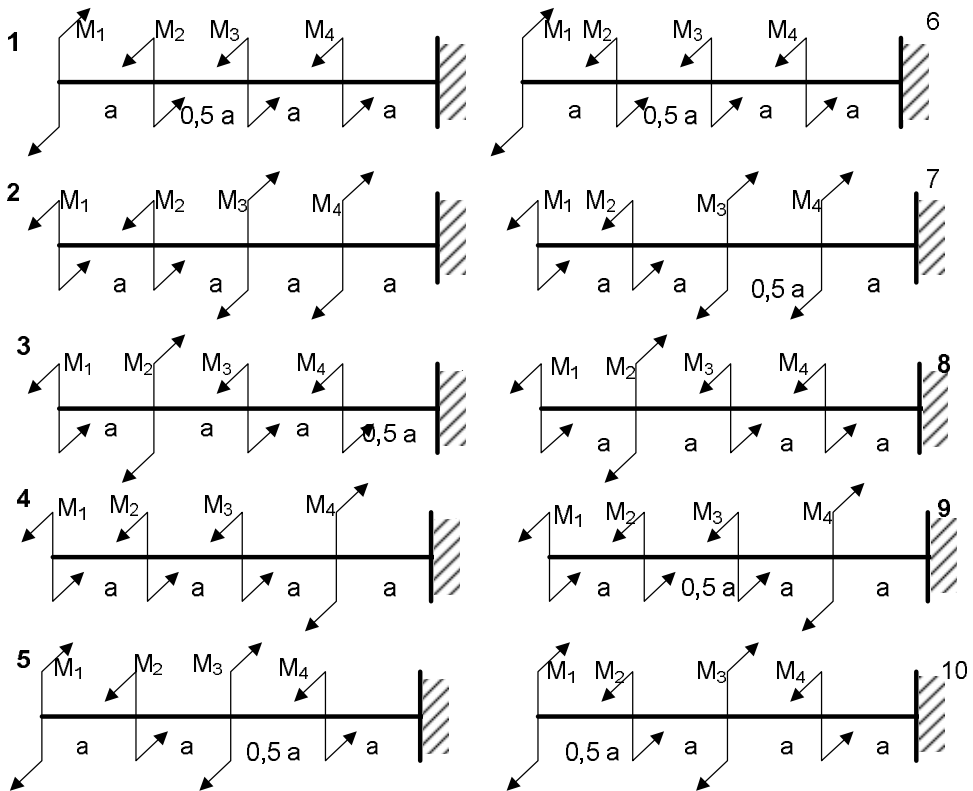

Рис.3. Схема вала.
- 3) Для вала (рис. 3) подобрать кольцевое сечение из условия прочности и проверить на жёсткость при циклическом нагружении.